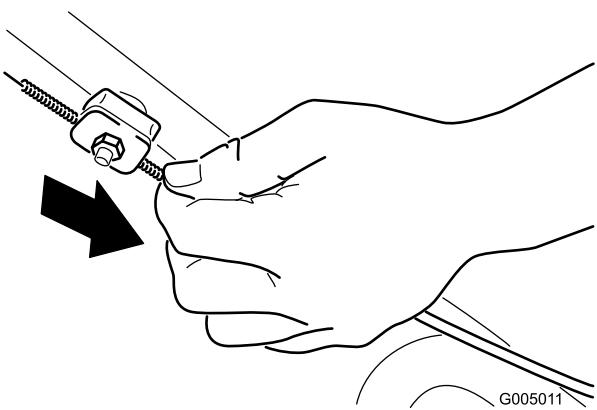

Bild 38
2. Ziehen Sie den Kabelmantel (zum Rasenmäher), bis das Kabel stramm ist (Bild 38).